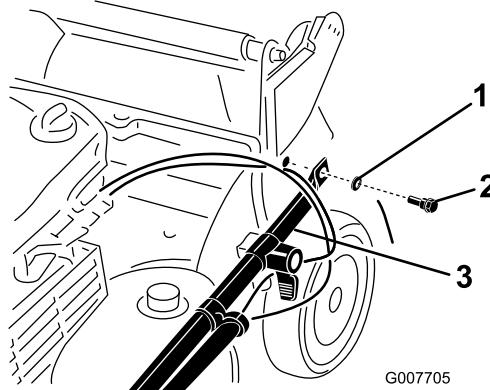

Bild 3
2. Befestigen Sie die Bügelenden mit zwei Scheiben und zwei Griffsschrauben am Maschinengehäuse (Bild 3), ziehen Sie die Griffsschrauben jedoch nicht fest.